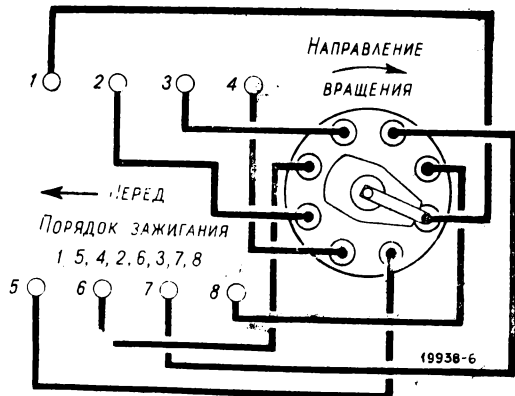

Рис. 58. Соединение проводов от распределителя к свечам
- 6) присоедините провода от распределителя зажигания к свечам в порядке 1, 5, 4, 2, 6, 3, 7, 8, как указано на рис. 58.